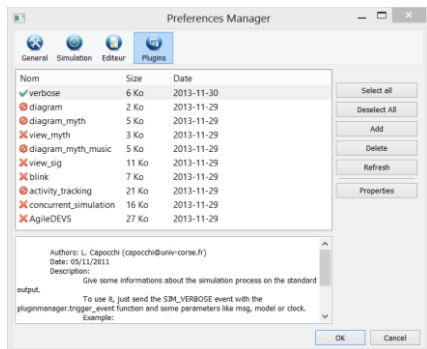

FIGURE 31 : PRÉFÉRENCES DES PLUGINS.
- **volet Plugins** (Figure 31) : Le panneau des préférences pour les plugins généraux permet de gérer les plugins présents dans le répertoire *plugins* de DEVSimPy (si celui-ci n'a pas été changé dans les préférences générales). Lorsque un plugin est activé-désactivé, une petite croix verte/noire est affichée en face. Lorsque le plugin présente des erreurs, une icône d'alerte est positionnée en face du nom du plugin. Les couleurs et les formes des icônes sont définies par la couche graphique de l'OS sur lequel DEVSimPy est interprété. Les figures présentées dans ce document présente DEVSimPy sur une plate-forme Windows 8 avec un thème particulier. Lorsqu'un plugin est sélectionné, une documentation le concernant est affichée dans la partie basse du panneau. Il est possible par l'intermédiaire des boutons de gauche de : sélectionner/désélectionner tout les plugins, ajouter/supprimer un plugin, rafraîchir la liste des plugins. Pour la suppression, l'utilisateur aura le choix de supprimer le plugin de la liste ou de supprimer définitivement le plugin du répertoire *plugins*. Lorsqu'un plugin est sélectionné et si le plugin le propose, il est possible de le configurer. Cependant, il faut que le développeur du plugin prévoit une fonction de configuration (nous verrons plus tard le développement de plugins généraux dans DEVSimPy).